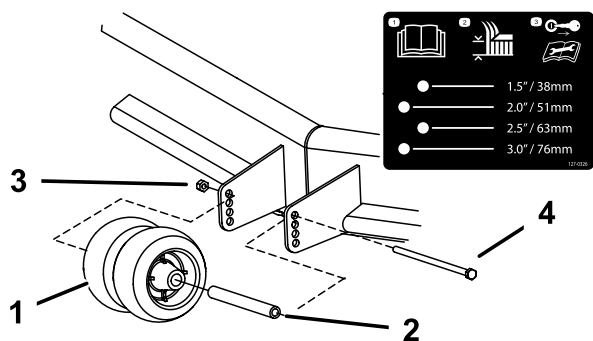

Bild 13
3. Stellen Sie die Antiskalpierrollen ein, wie in Bild 13 abgebildet.